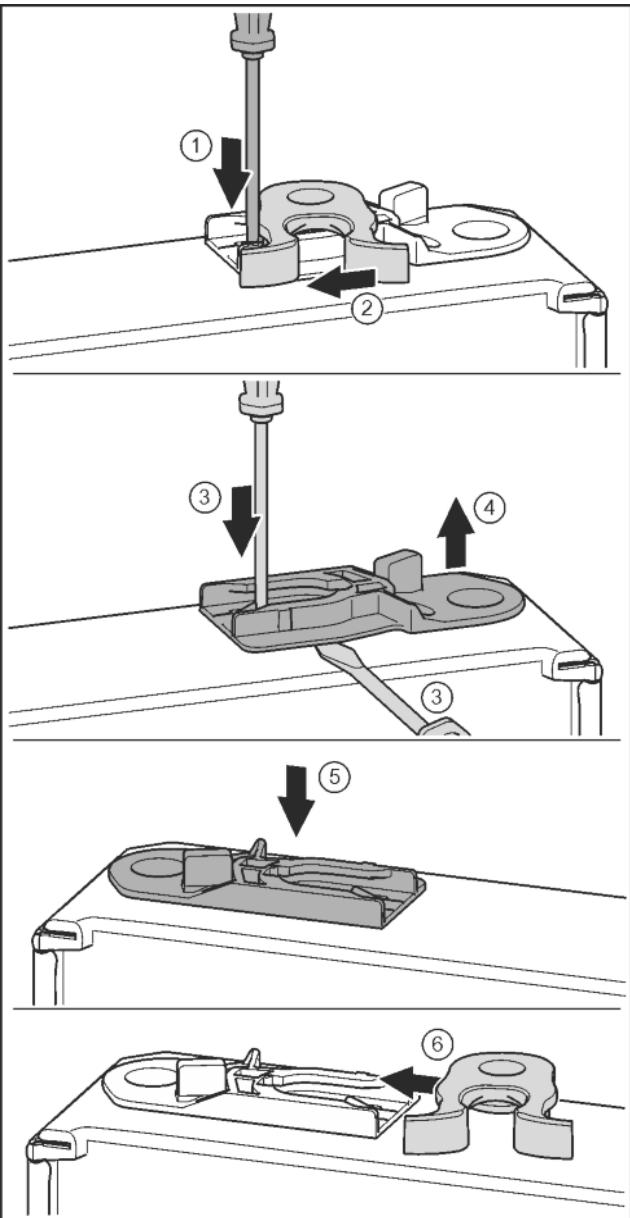

Fig. 19
- Нажать накладку шлицевой отверткой вниз. *Fig. 19 (1)*
- Запорный крючок вывести из направляющей. *Fig. 19 (2)*
- Извлечь направляющее гнездо: нажать накладку шлицевой отверткой и одновременно переместить ее шлицевой отверткой под направляющее гнездо. *Fig. 19 (3, 4)*
- Прилагаемое при поставке направляющее гнездо вставить на другой стороне корпуса. *Fig. 19 (5)*
- Запорный крючок вставить в направляющую. *Fig. 19 (6)*